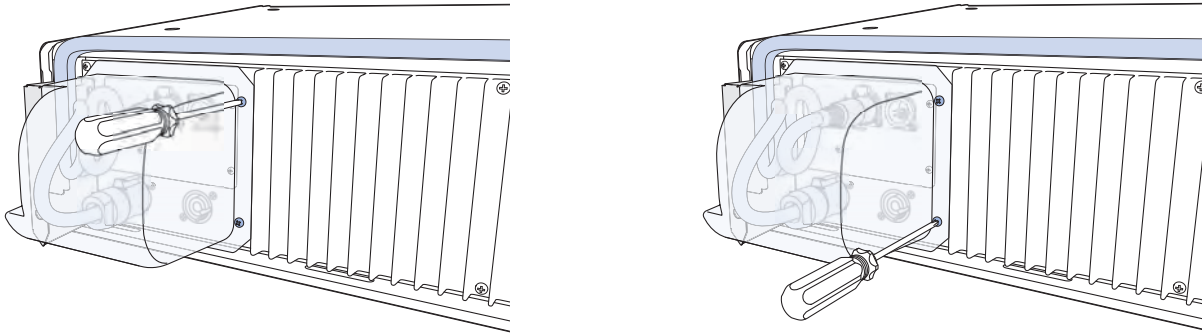

図52: レインフードの右側のネジを締める
9. レインフードの右側にある上部と下部のネジを締めます(図52)。